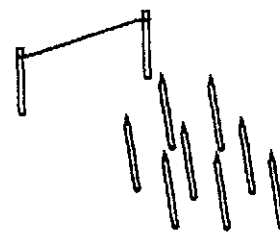

Рис. 2. Схема 1.
1. Натянутый на уровне голени (15–20 см.) шнурок или проволока (рис. 2, сх. 1), можно два шнурка – второй выше, на уровне середины